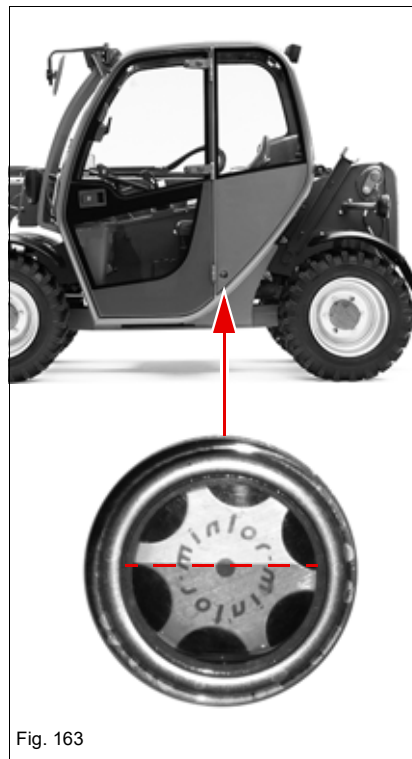

Fig. 163
- ➔ Fyld eventuelt mere hydraulikolie på, indtil olien står i midten af kontrolglasset Fig. 163.